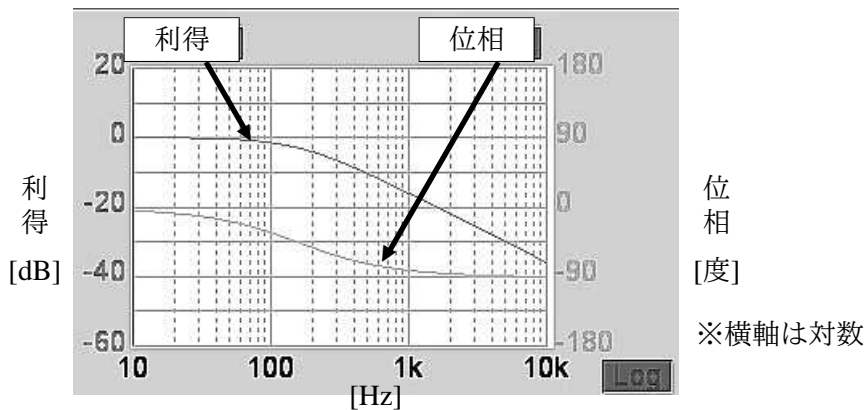

図 5-7 RC 積分回路の周波数応答 (例)
RC 積分回路に周波数の異なる正弦波電圧を入力したときの、各周波数毎の出力電圧は、図 5-7 のような特性を持つ。
- ⑥ 位相と振幅を記録し、図 5-7 を参考にグラフを作成する。
注: 周波数を対数でとることに注意し、測定する周波数の設定を工夫すること。図 5-7 を見て分かるように、変化が大きいところがある。この付近では、周波数を細かく変化させて測定すること。